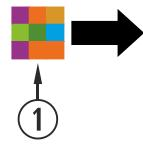

Figura 51
Para acceder a la programación semanal debemos pulsar su ícono y accederemos a la pantalla de programación. En ella debemos indicar en cada día de la semana que plantilla queremos utilizar, **guardar** la programación y posteriormente habilitar la programación tal y como indica el punto ④ de la figura 51.